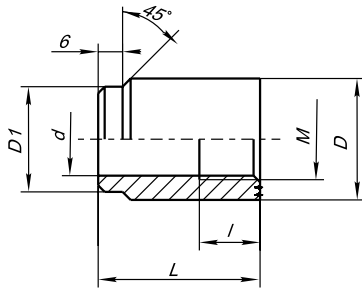

Рис. 1. Бобышка 2010-01
1. Обозначение бобышки (рис. 1 - 4)